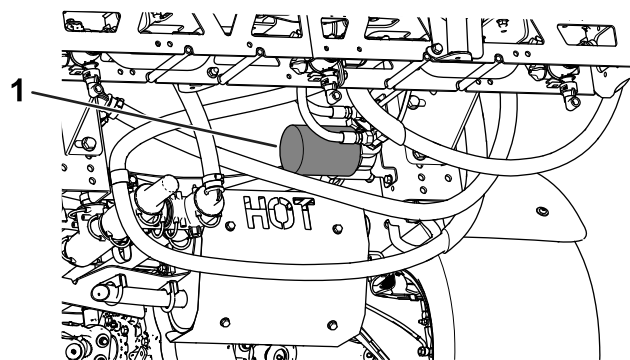

Figura 52
4. Togliete il filtro (Figura 52).